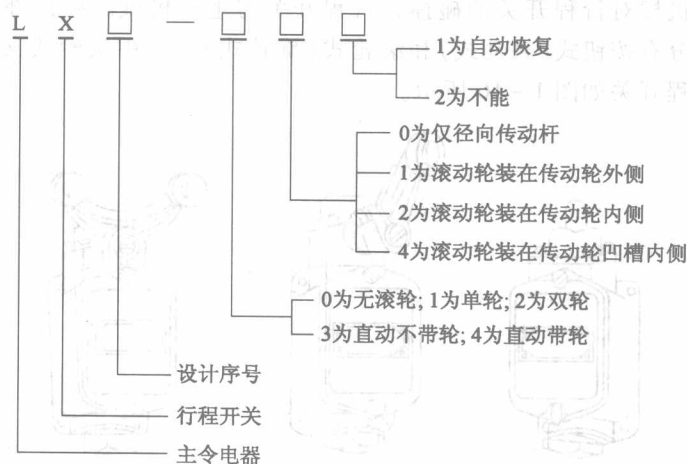

图 1-14 行程开关型号及含义
① 行程开关型号含义如图 1-14 所示。
② 行程开关结构及工作原理。